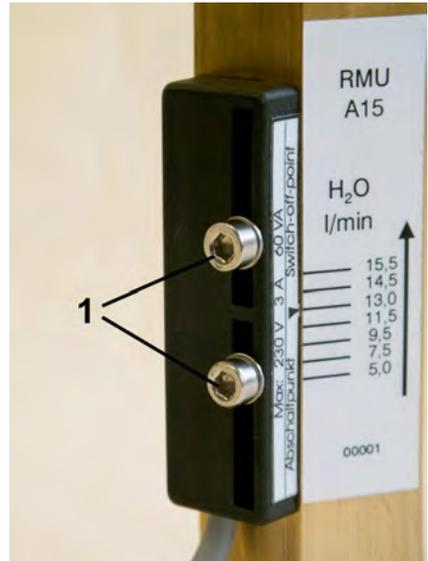

Abb. 24: Feststellschrauben lösen (Beispielskala)
1.  Die Feststellschrauben des Schaltkontaktes (Abb. 24/1) mit einem Sechskant-Schraubendreher lösen.
3.  Feststellschrauben des Schaltkontaktes (Abb. 24/1) mit einem Sechskant-Schraubendreher wieder anziehen. Dabei Schrauben-Anziehdrehmoment beachten.